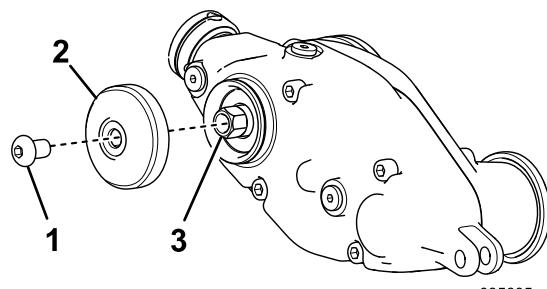

Figura 13
7. **Solo para el conjunto de groomer universal (sin kit de cepillo para rodillo trasero instalado):** Instale la cubierta exterior con un tornillo de cabeza redonda con hueco hexagonal (5/16" x 1/2"), tal y como se muestra en Figura 13.